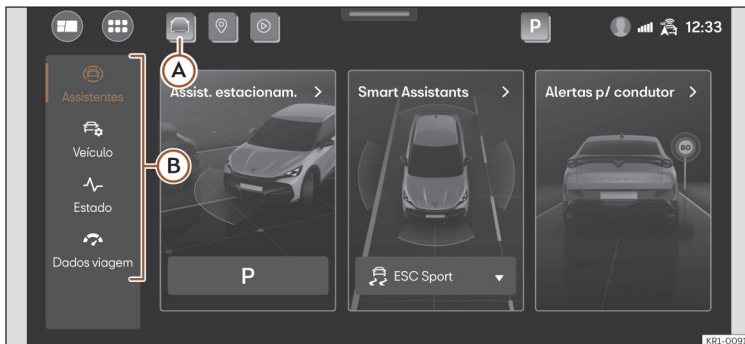

Fig. 12 Representação esquemática: Assistentes e ajustes do veículo.
Pressionando >>> **Fig. 12** (A), ou, no menu principal **Veículo**, abre-se o menu dos assistentes e ajustes do veículo. Em seguida, pressionando um dos menus situados na zona esquerda (B), no ecrã mostra-se o menu de ajustes ou de assistentes selecionado.